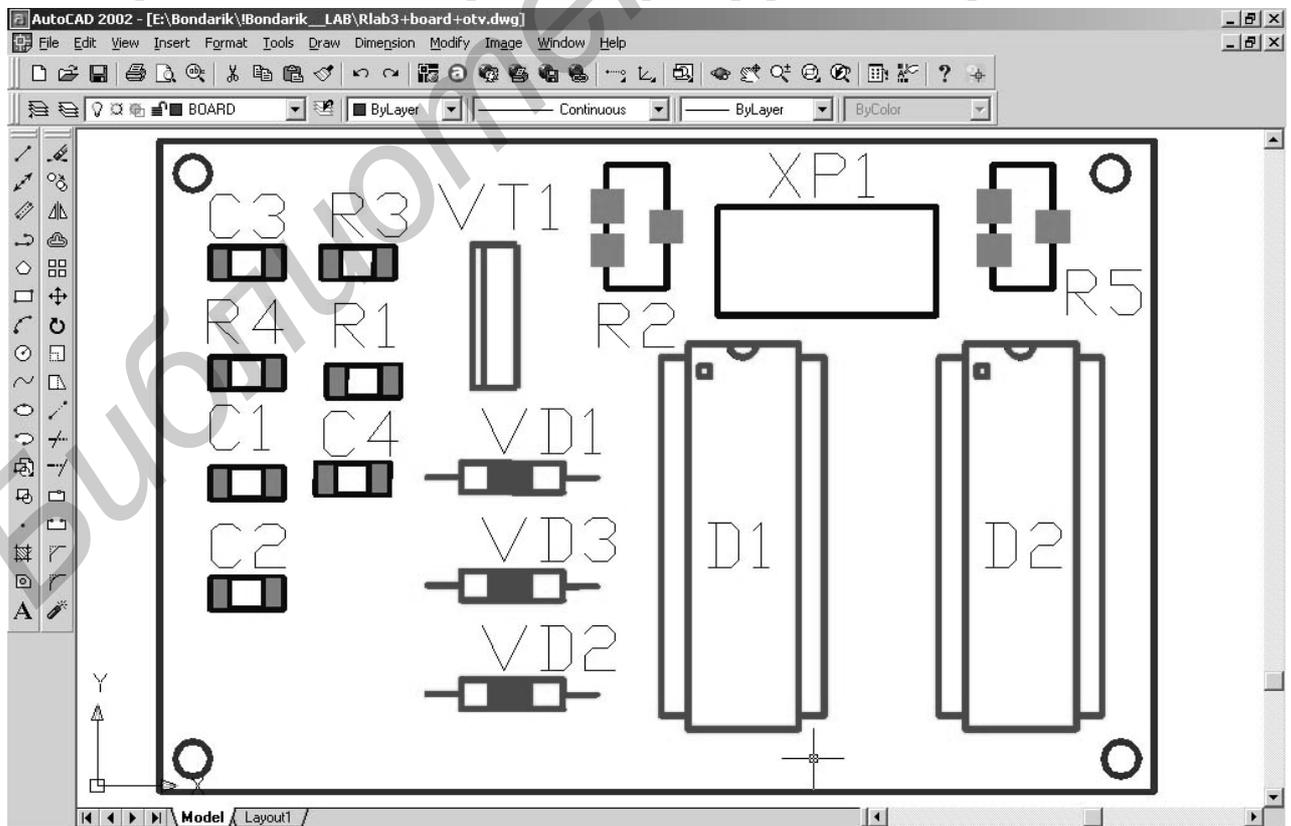

Рис. 31. Экран AutoCAD со сформированным главным видом электронного блока
2.1. Открыть в AutoCAD сохраненный файл формата *.dxf (рис. 31).